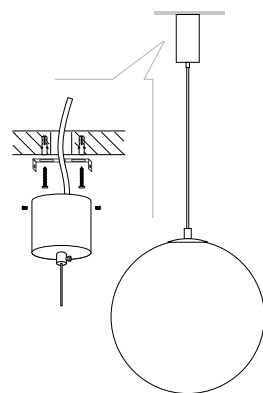

Рис. 2. Установка и подключение светильника с накладной чашей
- 3.2. Установка и подключение светильника с накладной чашей (рис. 2):
- 3.4. Для замены накладной потолочной чаши на встраиваемую выполните следующие действия (рис. 2.):